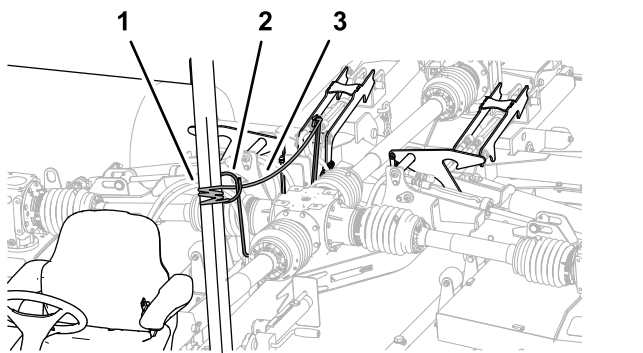

Bild 38
- Ziehen und halten Sie das Sicherungsseil des Mähwerks (Bild 38).